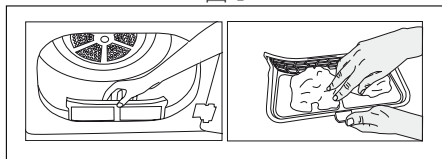

图 2
- 2.b 如果产品的封盖过滤器如图 2 所示，向上拉过滤器，将其拆卸下来。